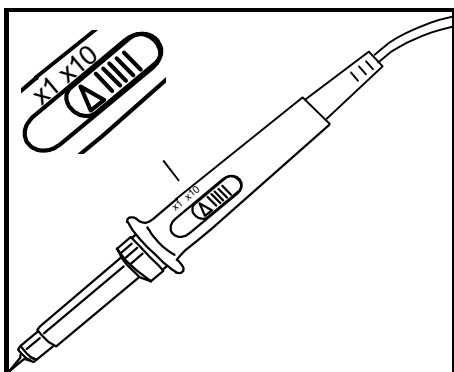

Fig 25 Apriete el botón "x1/x10" para ajustar la pantalla a la regulación de la sonda „x1/X10“ (**Fig. 25**)
- Con una velocidad de base de tiempos inferior o igual a 1s/div, sólo se visualiza el valor instantáneo. 'Vs' (**Fig. 25**)